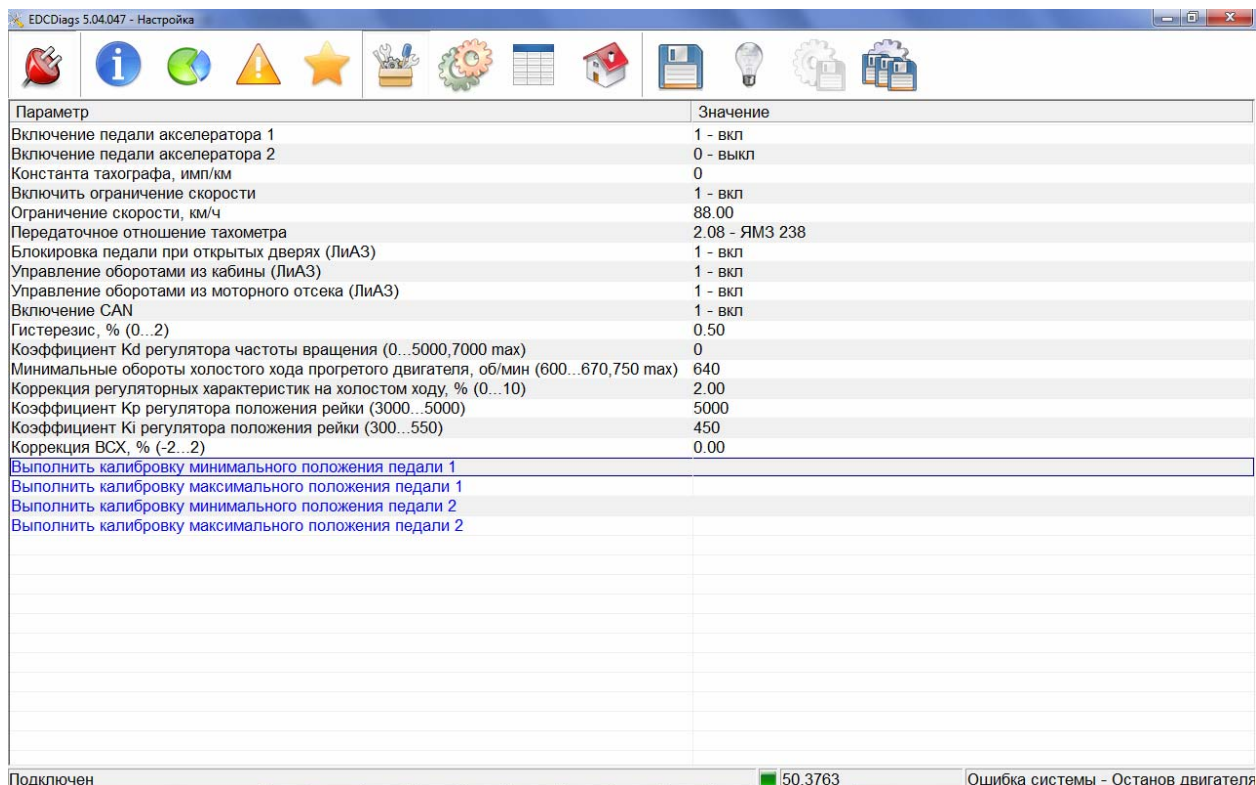

Рис. 3.8.
3.8.1. Выбрать вкладку «Настройка»  (Рис. 3.8.). Отображаемые параметры соответствуют значениям, которые сохранены в блоке управления.
3.9.1. Выбрать вкладку «Настройка»  (Рис. 3.8.).